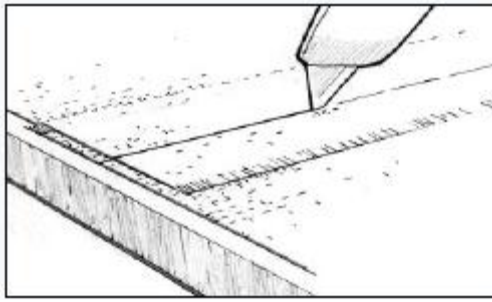

Рисунок 6-14 Обрежьте нахлёстывающуюся ткань после того, как эпоксидная смола перейдет в состояние геля.
- b. Прорежьте оба слоя ткани острым ножом (Рисунок 6-14), следите за тем, чтобы прорез не был слишком глубоким.